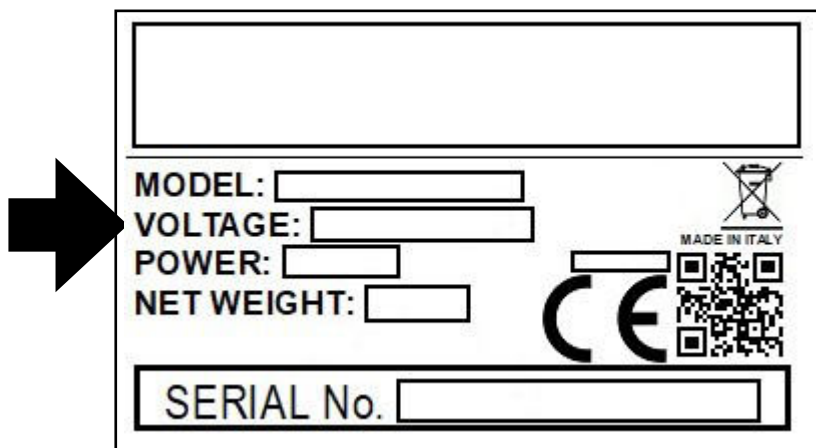

Fig. 1
- Controlar previamente que la tensión indicada en la placa de identificación de la máquina sea la misma de la red del establecimiento (**Fig. 1**).